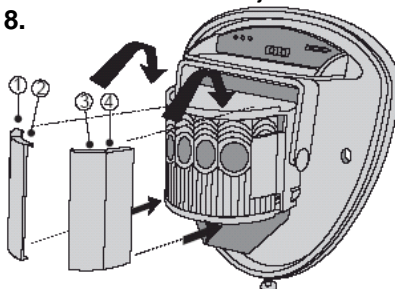

Abb. 8
- Das Meldermodul besitzt zwei Schiebeklappen, um den Abtastwinkel zu verringern. Zusätzliche Blenden werden mitgeliefert, um das Strahlenraster noch weiter einzugrenzen, z. B. wenn ein minimaler Abtastwinkel von 10 Grad erforderlich ist. Die Blenden werden an das Schwenk-/Neigemodul angebracht, wie in Abb. 8 dargestellt. Jeder Abschnitt des Melderobjektivs deckt einen Rasterbereich von c.a. 10° ab. **Siehe Abb. 8.**